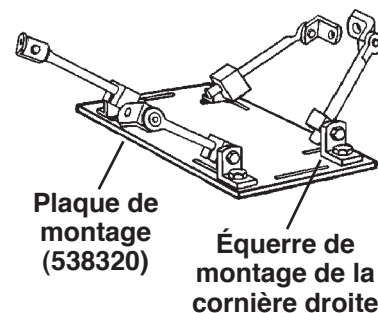

Figure 3
2. Monter les bras de montage universels sur le dessus de la plaque de montage (538320), en utilisant les rondelles et les écrous fournis, figure 3.